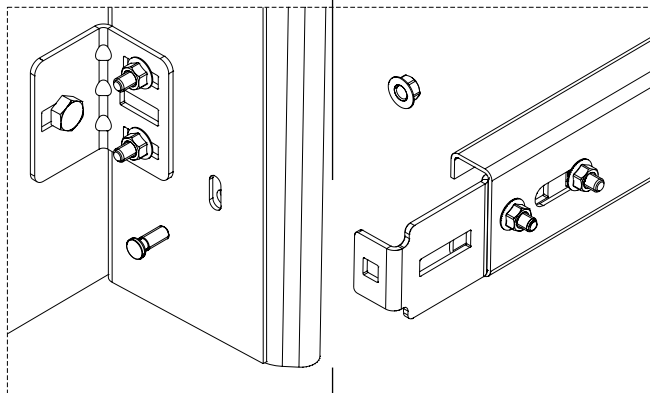

Fig. 10.
- 5) Fjern afstandsprofilen. (fig. 10);